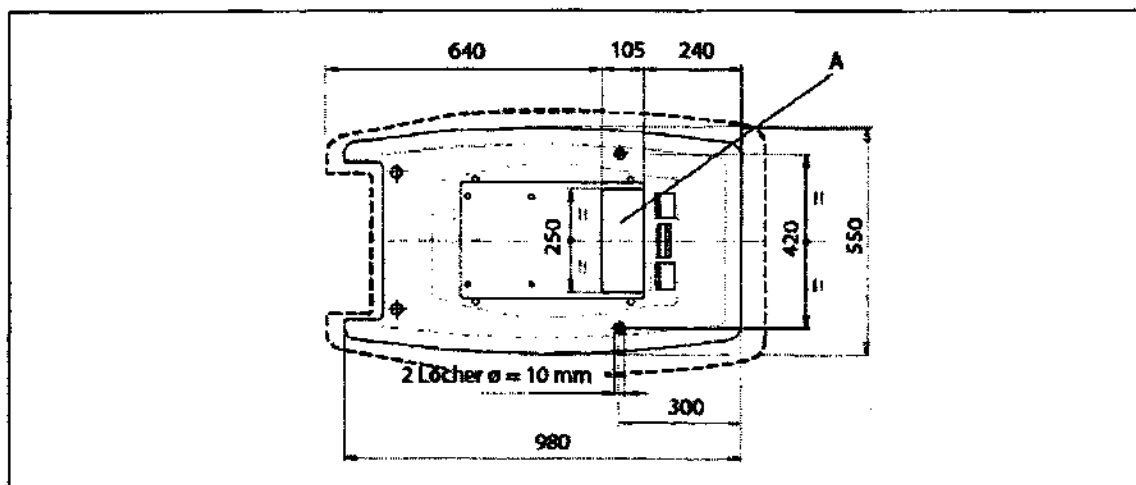

Рисунок 3.2
После того, как смонтированы обе части кресла, и кресло установлено на постоянное место, необходимо прикрепить кресло к полу при помощи крепежных отверстий на нижней части основы кресла (рисунок 3.2), чтобы исключить риск опрокидывания кресла. Перед началом использования необходимо сделать следующее:
- ❗ Если розетка находится на полу, кабель можно вывести через канал A (рисунок 3.2) в основании кресла вдоль соответствующего желоба под корпусом.